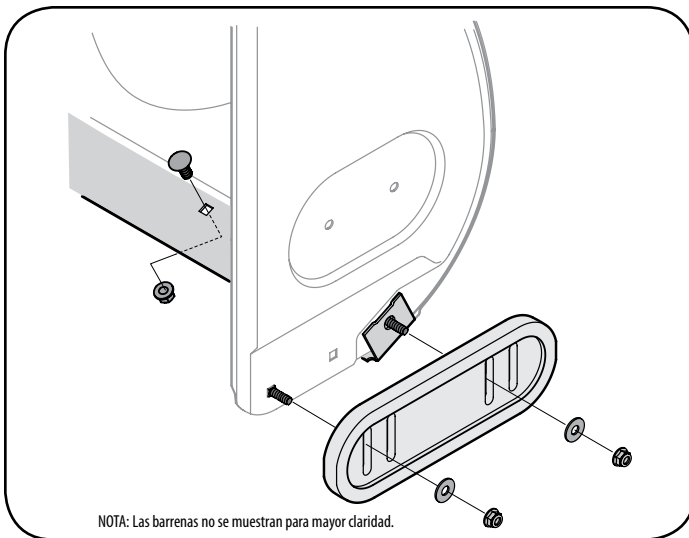

Figura 48
2. Monte las nuevas zapatas antideslizantes con cuatro pernos de carro (dos en cada lado), arandelas, y las tuercas de brida hexagonales. Consulte la Figura 48.